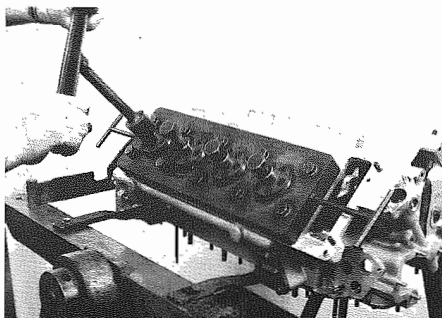

Fig. 115 - Attrezzo n. 30
- Dopo il montaggio portare completamente a fondo le canne con l'apposito attrezzo n. 30 (**Fig. 115**); serrare le viti dal centro verso l'esterno. Controllare con un righello che la incomplanarità fra canne e basamento sia compresa tra i valori indicati (vedi pag. 1-1).
- After the assembly push completely to the end the liners with the help of tool No. 30 (**Fig. 115**); lock the screws starting from the center outwards. With a scale check that the plane between liners and crankcase is within the indicated values (see page 1-1).